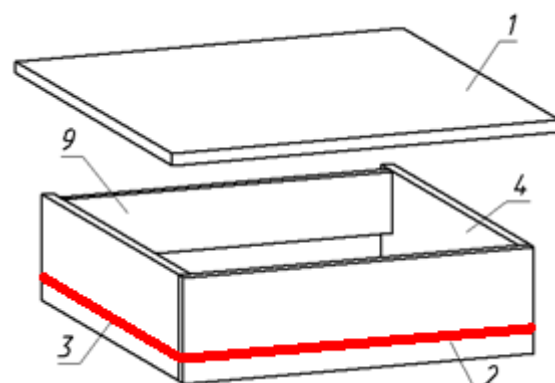

Рисунок 8
3. Установить дюбеля быстрого монтажа на детали (поз. 1). Установка эксцентрика и дюбеля быстрого монтажа показана на **рисунке 2**. Используя эксцентрики на 16 мм. и дюбеля быстрого монтажа стянуть детали (поз. 1, 3, 4) **см. рисунок 8.**